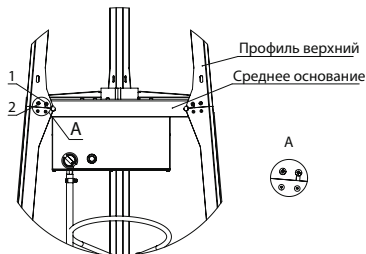

Рис.7 - Установка верхних профилей
- Установите профили на нижнюю предварительно собранную часть газового обогревателя (рис. 7). Для этого наживите винт в среднем основании, которое соответствует пазу в профиле (ближнее к центру отверстие). Установите на данный винт профиль и затяните винт 2, затем подтяните винт 1;